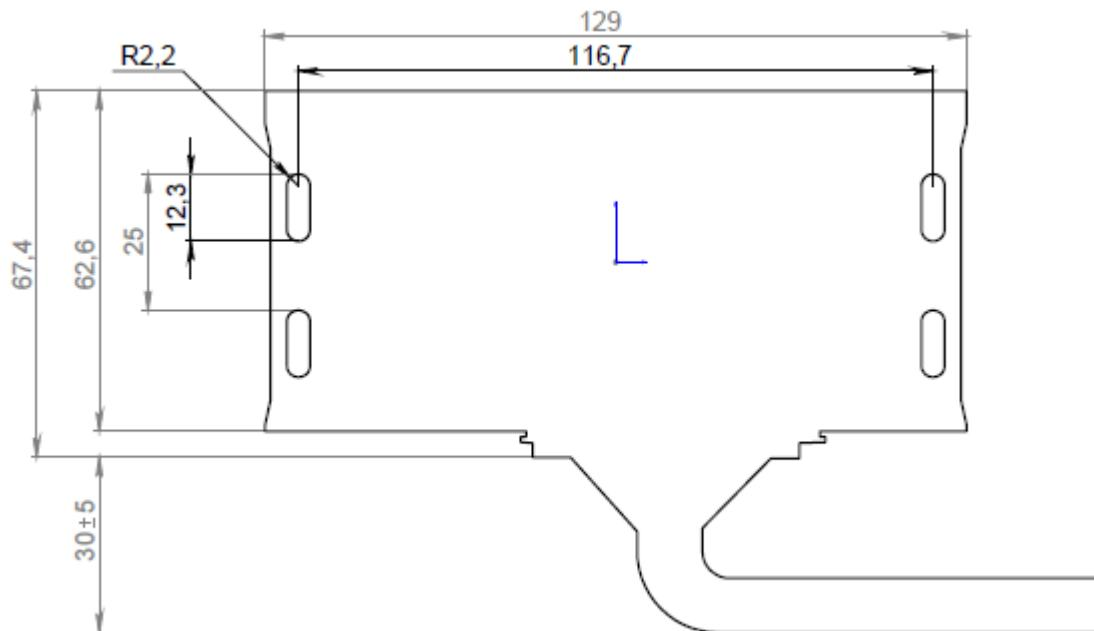

Рисунок 4.4 Установочные размеры терминала FORT-114
- Место установки терминала должно быть выбрано, исходя из его габаритных (129x63x32 мм) и установочных (см. рисунок 4.4) размеров, а также с учетом обеспечения требуемого пространства для удобного подключения разъемов.